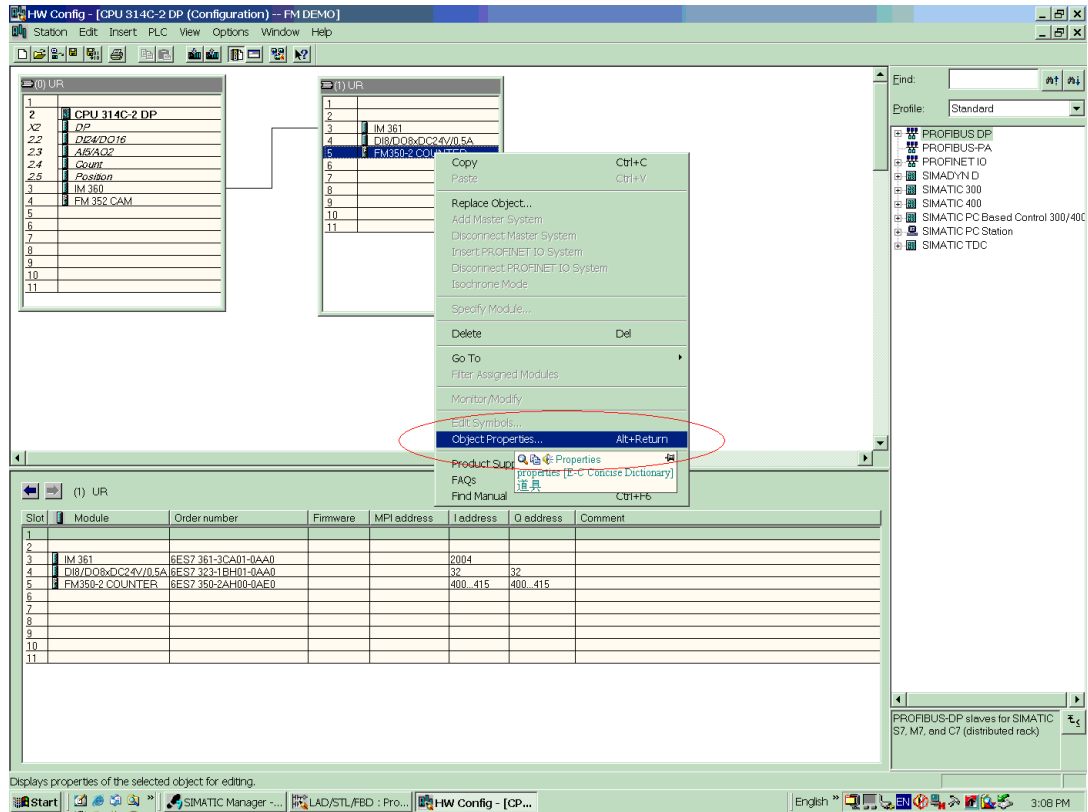

图 4
- 打开关于 FM350-2 的 Object Properties，如图 4;